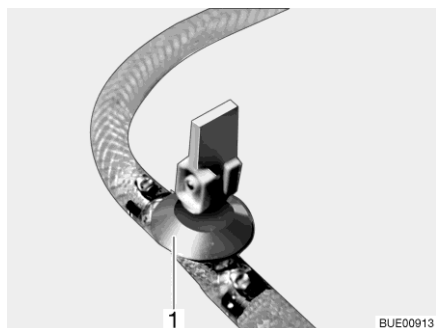
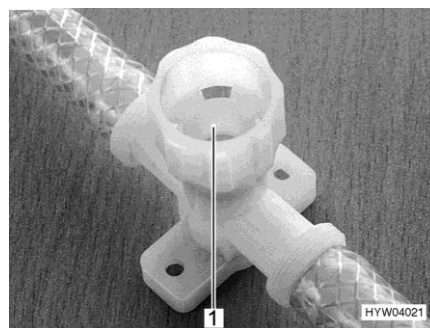

Bild 258 Avtappningskran (med vipparm)
Bild 259 Avtappningskran (med vred)
- Öppna alla avtappningskranar. Ställ för detta avtappningskranens vipparm (Bild 258,1) lodrätt eller vrid avtappningskranens kran (Bild 259,1) moturs.